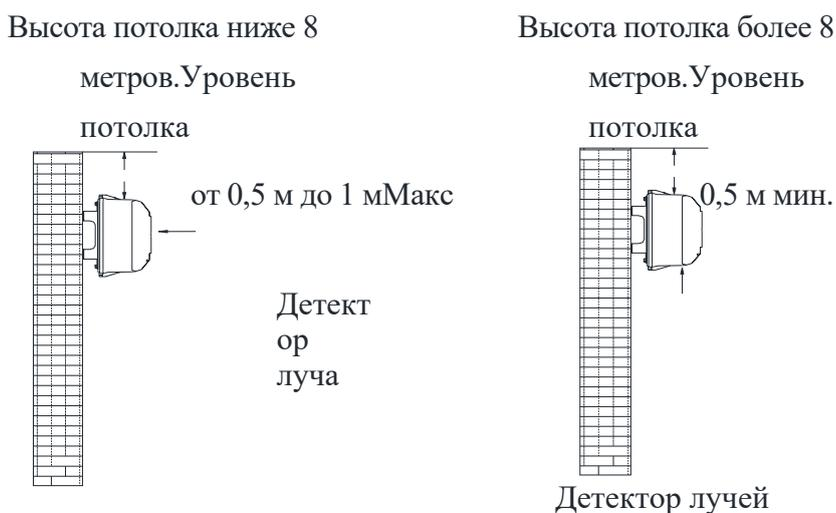

Рисунок 3: Детали установки
1. Под ровной запасной зоной. Если высота потолка менее 8 метров, лучевой детектор следует установить на расстоянии от 0,5 до 1 метра ниже уровня потолка. См. рисунок 3.
2. Под ровной запасной зоной. Если высота потолка превышает 8 метров, лучевой детектор следует устанавливать минимум на 0,5 метра ниже верхнего потолка. См. рисунок 3.